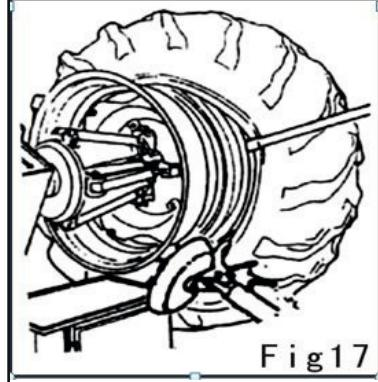

Fig 17
8) Mettez le porte-outils en position de repos et abaissez le pneu de manière à ce qu'il entre en contact avec la plateforme de support de pneu (4). Déplacez légèrement la plate-forme de support du pneu vers l'extérieur pour laisser l'espace nécessaire à l'extraction de la chambre à air.
13) Sur le côté droit du nez de l'outil, insérez la tige entre la jante et le bord de la roue. **Fig 17**